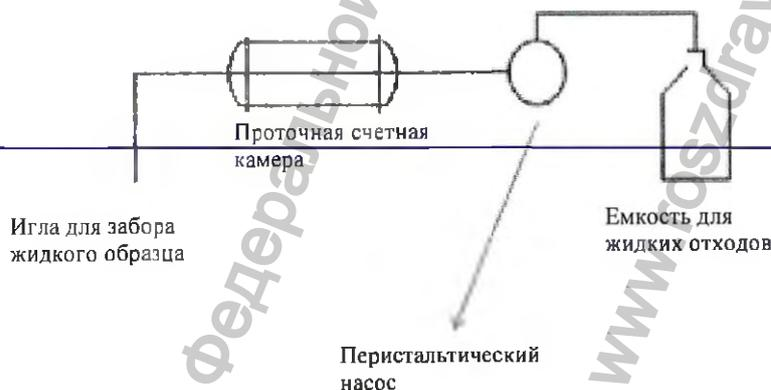

Рисунок 3.2-2 Схема подключения проточной счетной камеры
- Присоединить проточную счетную камеру к игле для забора жидкого образца в проточную счетную камеру с одной стороны и перистальтическому насосу с другой, используя РЕ трубку (рис. 3.2-2).